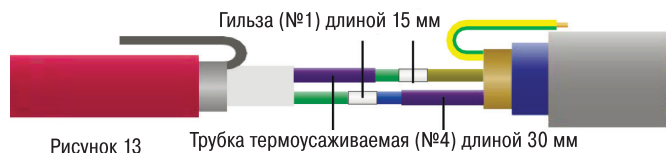

Рисунок 13
4. Гильзу №1 вставить в изолированные токопроводящие жилы и обжать по всей длине наконечника с помощью ручного кримпера (рис. 13). В зависимости от сечения соединяемых жил нужно использовать соединительные гильзы размером 1,5 мм² или 2,5 мм². Повторить эту операцию для другой пары изолированных жил.